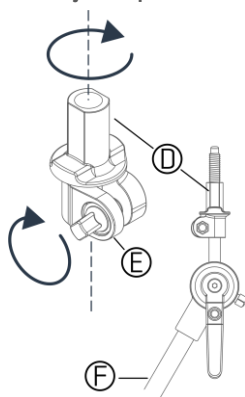

Figura 1
- 4 Para asegurar el apoyo del plato (D), apriete/ajuste el tornillo (E) como se muestra en la *Figura 1*.
- 5 Atornille el fieltro y la tuerca mariposa (A) en el brazo del plato.